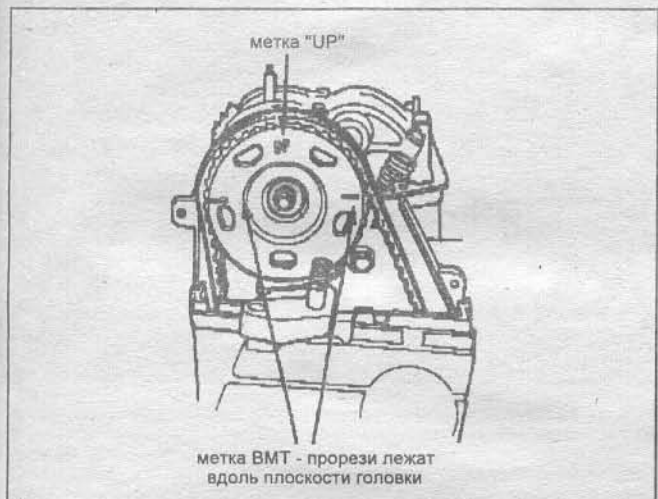

Рис. 7.22 При монтаже шестерни следите чтобы маленькое отверстие (верхняя стрелка) или маркировка "UP" была вверху.
19. Установите шпонку и вставьте зубчатый шкив привода распредвала. Затяните болт крепления зубчатого шкива с усилием, описанным в спецификации. Для предотвращения вращения вала просуньте в отверстие зубчатого шкива большую отвертку или вороток. Убедитесь, что установочные метки на зубчатом шкиве стоят правильно относительно головки цилиндров (см. рис. 7.22).